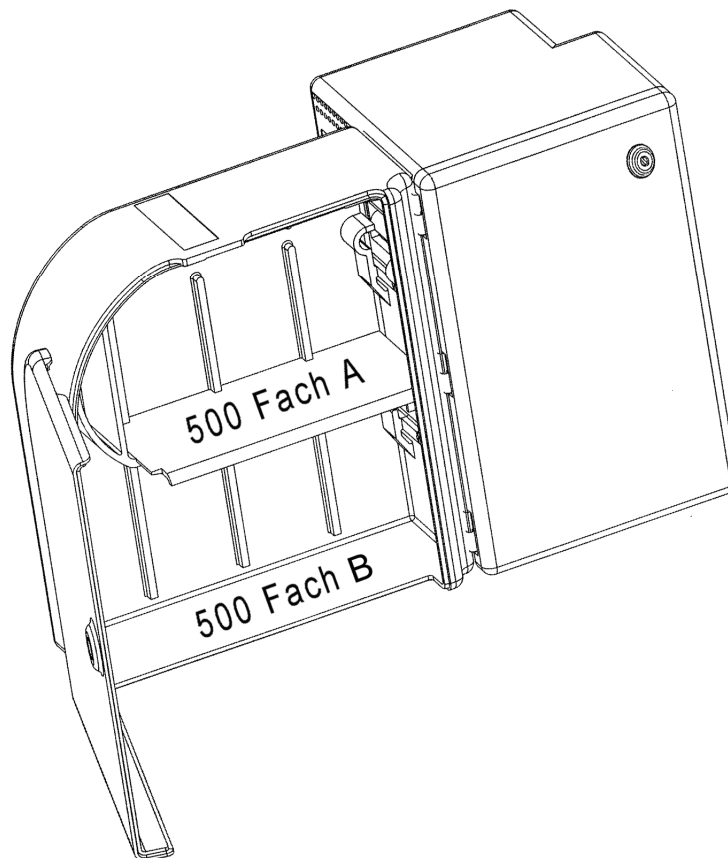

Abbildung 3-3. Konfiguration mit 2×500 Coupons
3. Wenn der optionale verriegelbare Medienbehälter erworben wurde, diesen mithilfe der beiden daran vorhandenen Flügelschrauben auf der Rückseite des SPRITE-Druckers befestigen. Der verriegelbare Medienbehälter kann auf zweierlei Art und Weise eingerichtet werden. Wenn der Einlegeboden an der Normalposition installiert ist (Abbildung 3-3), lassen sich zwei Stapel zu je 500 Coupons einladen. Diese sind geschützt, wenn die Klappe geschlossen und verriegelt ist.